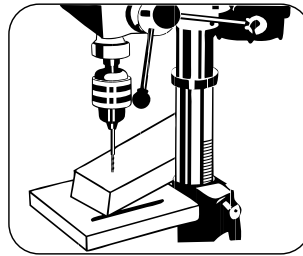

FIGURA 7.19
- A madeira deve estar em contato com o lado esquerdo da coluna (Figura 7.19).